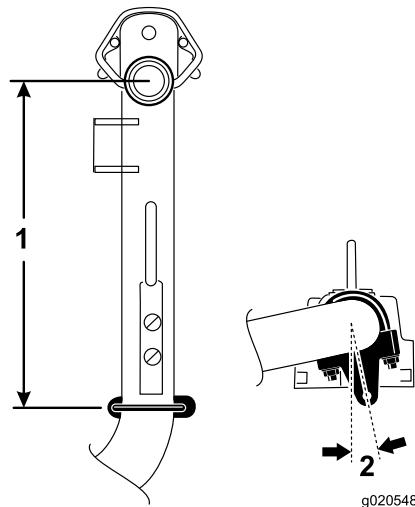

**Bild 5**
4. Positionieren Sie die Halterungen und U-Schrauben an den Hubarmen Nr. 2 und Nr. 3 38,1 cm hinter der Mittellinie des Kreuzgelenks (Bild 5).